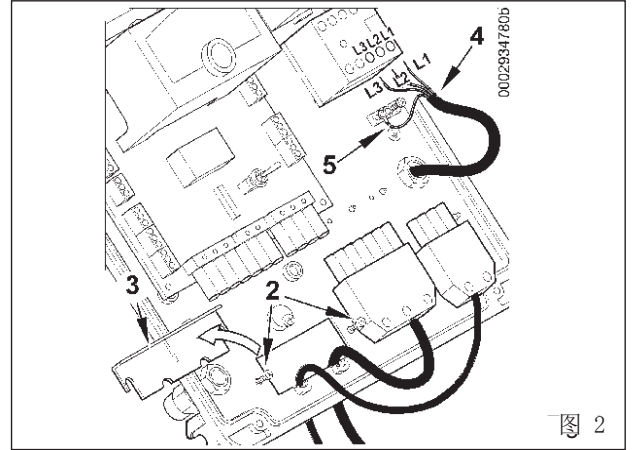

图 2
- 2) 拧开螺丝（2），然后取下压板（3），将7孔插头和4孔插头从孔中间穿过（图2）。将电源（4）与接触器连接，固定接地电缆（5），锁紧相应的线缆固定头。